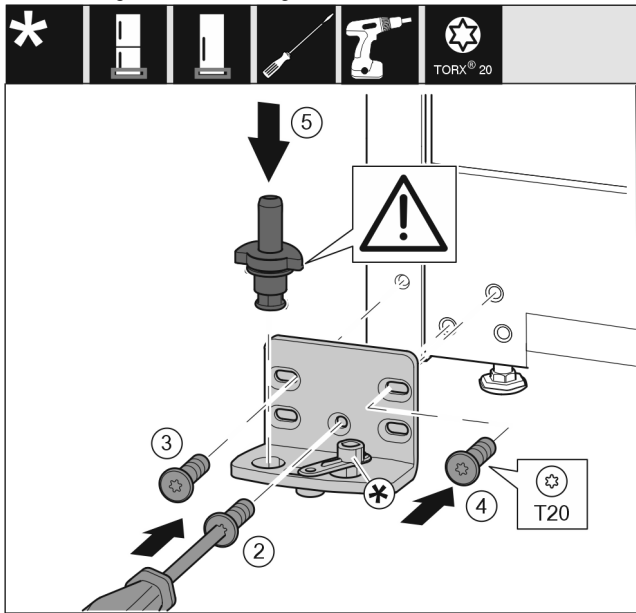

Fig. 36
- Lagerbock auf der anderen Seite ansetzen und mit Hilfe eines Schraubendrehers T20 anschrauben. Mit Schraube 2 unten in der Mitte beginnen. Fig. 36 (2)
- Schraube 3 und 4 festschrauben. Fig. 36 (3,4)
- Lagerbolzen komplett einsetzen. Dabei darauf achten, dass der Rastnocken nach hinten zeigt. Fig. 36 (5)
- Lagerbock auf der anderen Seite ansetzen und mit Hilfe eines Schraubendrehers T20 anschrauben. Mit Schraube 2 unten in der Mitte beginnen. (2)
- Schließdämpferverbindung um 180° drehen. Auf der anderen Seite des Lagerbocks mit Schraubendreher T20 anschrauben. (5)
- Lagerbolzen komplett einsetzen. Dabei darauf achten, dass der Rastnocken nach hinten zeigt. (6)